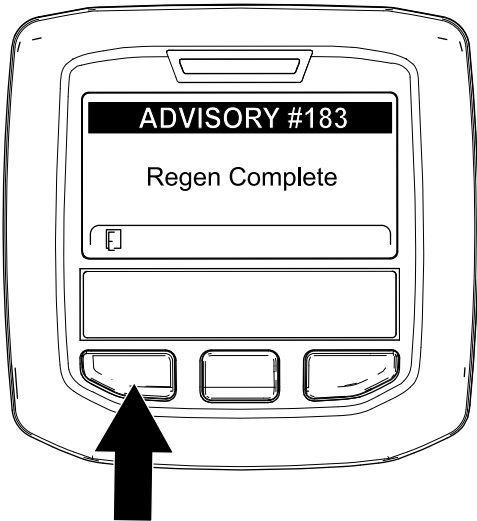

Figura 68
- Cuando la computadora del motor finaliza una regeneración estacionaria o de recuperación, el InfoCenter muestra el Aviso N° 183 (Figura 68). Pulse el botón izquierdo para salir de la pantalla de inicio.